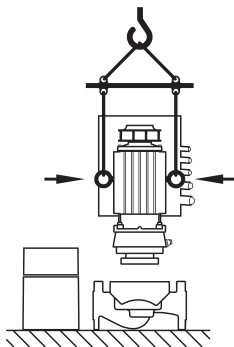

Fig. 9: Motora transportēšana
- Ja nepieciešams, piem., remonta gadījumā, transportēšanas cilpas iespējams pārvietot no motora atloka uz motora korpusu (skatīt, piem., Fig. 9). Pirms transportēšanas cilpu montāžas pie motora korpusa no transporta cilpu atverēm jāizskrūvē distanceri (Fig. 7, 20.b poz.) (skatīt nodaļu 10.2.1 "Gala blīvējuma nomaīņa." 49. lpp).
- Ja transportēšanas cilpas tiks vai ir no motora atloka uzstādītas uz motora korpusa, ir atļauta tikai ievietojamā moduļa (Fig. 9) pārnēsāšana un transportēšana, bet ne visa sūkņa transportēšana, kā arī tās nav paredzētas ievietojamā moduļa atdalīšanai no sūkņa korpusa.